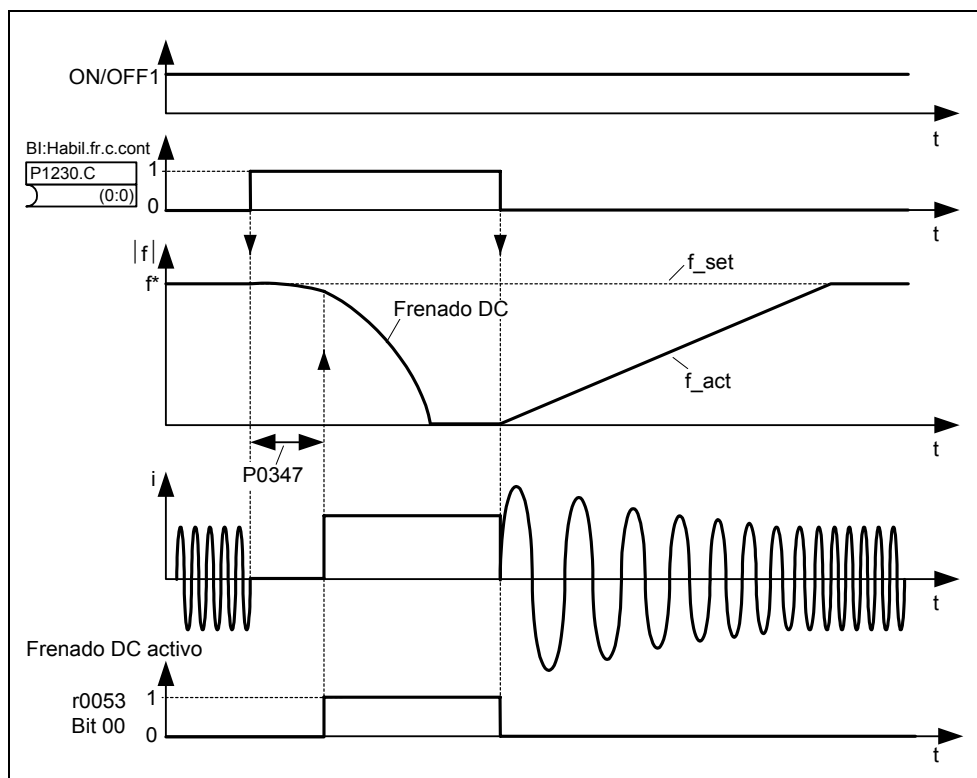

Figura 3-64 Freno por CC por selección externa
1. Habilitación y selección vía parámetro BICO P1230 (véase Figura 3-64).